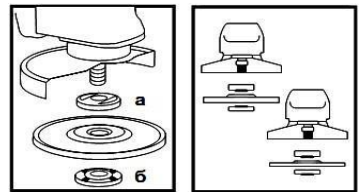

Рисунок 2
4.4 Встановіть на виріб абразивний диск. Для цього натисніть на кнопку фіксації шпинделя (1) і перевірте диск до такого положення, при якому він зафіксується. За допомогою вилочного ключа з комплекту виробу відверніть і зніміть затискну гайку (б) (дивіться рисунок 2).
Встановіть шліфувальний диск на посадкове місце фланцевої шайби (а) (рисунок 2), наживіть рукою затискну гайку на шпиндель і затягніть її ключем з комплекту виробу. Відпустіть кнопку фіксації шпинделя і переконайтеся в тому, що кнопка звільнена, через дво- або триразове натискання. Перевірте диск і впевніться, що шпиндель розблокований. При встановленні диска з утопленим центром завжди розміщуйте його випуклою стороною до фланцевої шайби.